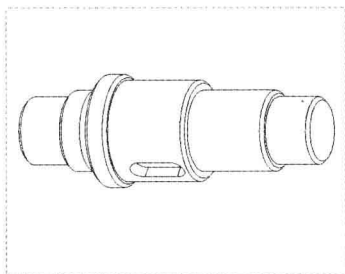

图 12-21 创建常规视图
Step 08 单击“确定”按钮，并在工程图框中的空白位置处单击鼠标左键，即可创建常规视图，如图 12-21 所示。